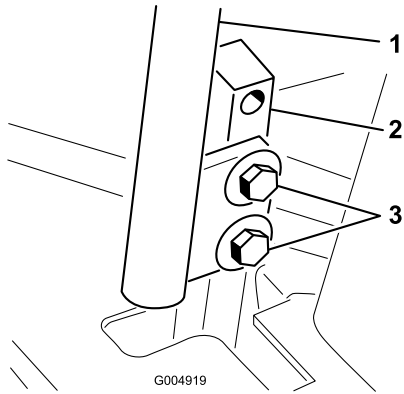

Figura 66
- Afije los pernos que sujetan las palancas de control (Figura 66).